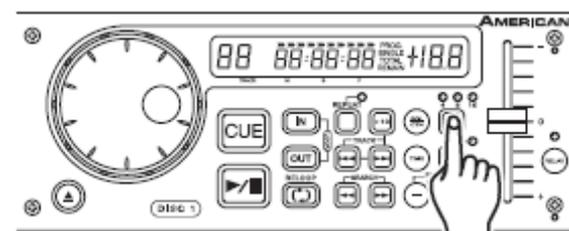

Figura 10
**(8):** Puede escoger un rango de operación de pitch en cualquier momento. Para cambiar el rango de operación asegúrese de que la función de pitch está encendida, como se ve en la figura 10. El porcentaje de pitch puede cambiarse entre +/-4%, +/-8% y +/-16%. Un 4% permitirá la mínima cantidad de manipulación del pitch, y un 16% permitirá la mayor cantidad de manipulación del pitch. Para ajustar los diferentes valores, pulse el **BOTÓN DE PITCH ON/OFF(13)** y presione el **BOTÓN % (8)** hasta que haya alcanzado el valor deseado. El LED del **BOTÓN % (8)** luce en amarillo para un 4%, luce en verde para un 8%, o luce en rojo para un 16%.